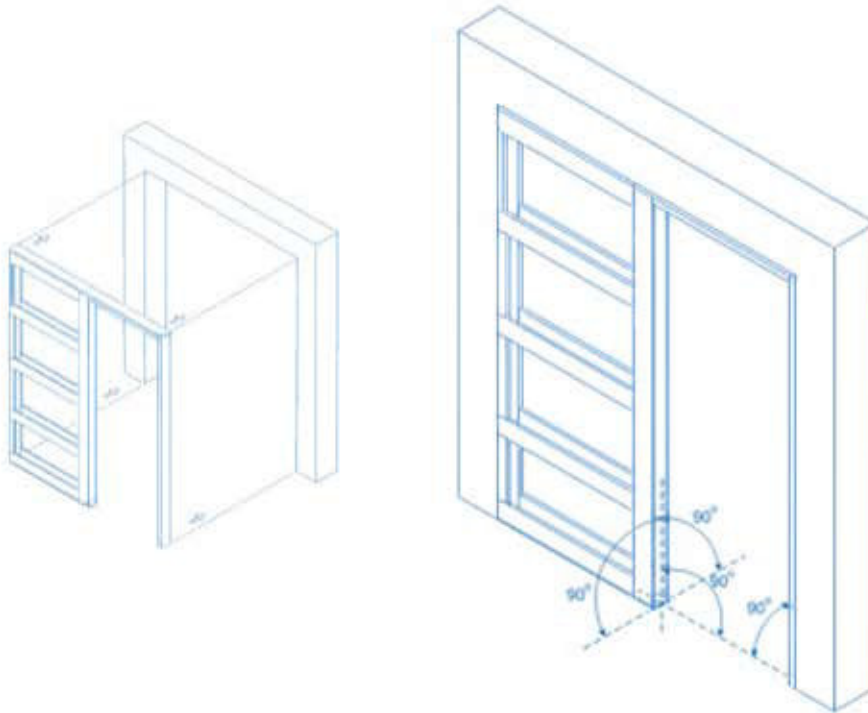

Рисунок 8
5. Установка собранного пенала (кассеты) в проём (Рис. 8)